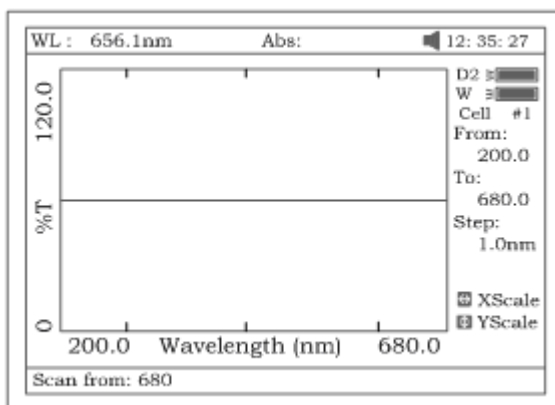

Рисунок 42
1. Чтобы войти в режим сканирования, нажмите клавишу **[F1]**, введите начальное и конечное значения длины волны с цифровой клавиатуры (рис.42). Примечание: Спектрофотометр УФ-6100 выполняет сканирование от большего значения длины волны к меньшему. Просмотрите и выберите шаг и скорость сканирования, пользуясь клавишами **[A]** или **[V]**.